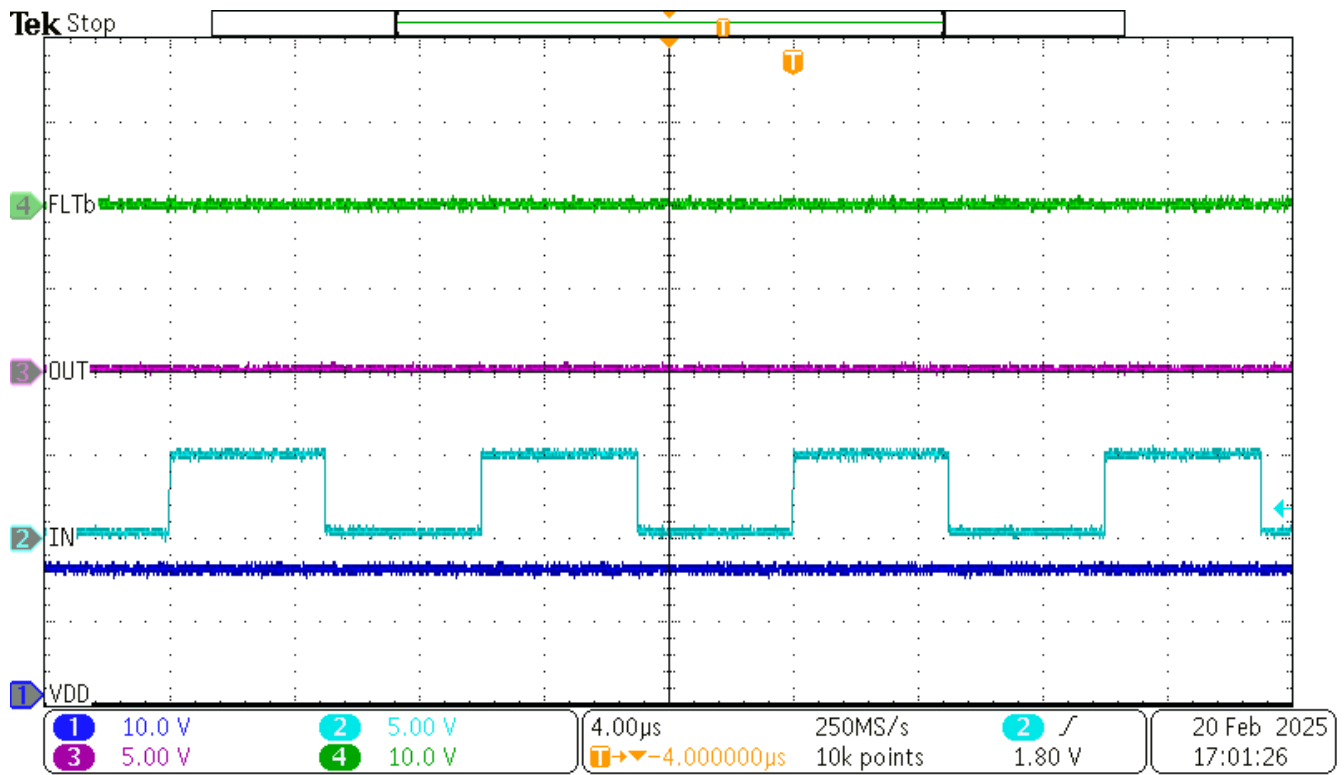

图 3-3. PSU #2 开启时的参考波形
- c. 开启 PSU #2 并检查 FLTb 和 OUT 信号。**两个信号**都应为低电平。有关详细信息，请参阅图 3-3。如果信号不是低电平，则请重新检查 PSU #2 连接。